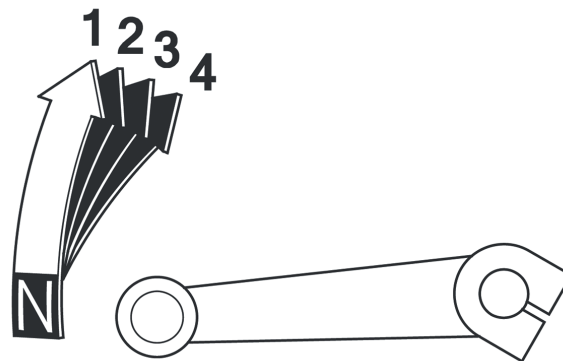

Рисунок 3.4. Положение рычага передачи
3. Включите нейтральную передачу (рис. 3.4).
1. Включите нейтральную передачу (рис. 3.4).
Питбайк имеет четыре передачи (рис.3.4), либо автоматическую трансмиссию. Рычаг переключения передач находится на левой стороне двигателя. Нейтральная передача включается вниз, остальные вверх. Пожалуйста, проверьте этикетку на двигателе для определения правильного порядка переключения передач.
3. Поднимите рычаг переключения передач вверх (рис. 3.4) в положение первой передачи.
5. Набрав скорость, ручкой акселератора 7 закройте дроссельную заслонку, выжмите рычаг сцепления 3 и переместите рычаг переключения передач вверх (рис. 3.4) в положение второй передачи.
Для снижения скорости или остановки питбайка плавно нажимайте на рычаг 4 (фото 2.3) и педаль тормоза 13 (фото 2.2), одновременно снижая обороты двигателя ручкой акселератора 7 (фото 2.3) и последовательно переходя на пониженные передачи (рис. 3.4) для торможения двигателем.